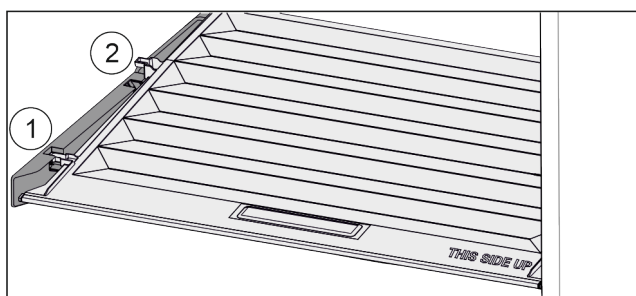

Fig. 75
- ▶ Vytáhněte víko dopředu až k otvoru v přídržných dílech Fig. 75 (1).
- ▶ Vzádu zesponu nadzvedněte a vyjměte směrem nahoru Fig. 75 (2).